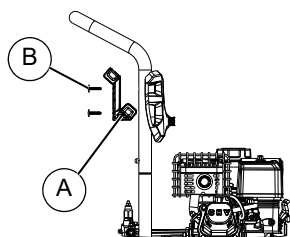

Figure 2-4. Monter le crochet à pistolet.
4. Voir **Figure 2-4**. Monter le crochet à pistolet (A) sur le côté (arrière) droit du guidon. L'attacher avec les rivets en plastique (B).